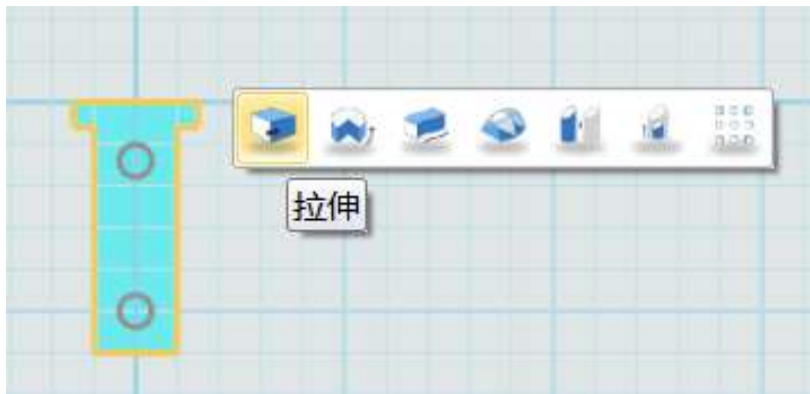

图 5-8
5.拉伸加运算，高度为 1.5。左击草图内部，点击拉伸选项，如图 5-8 所示。